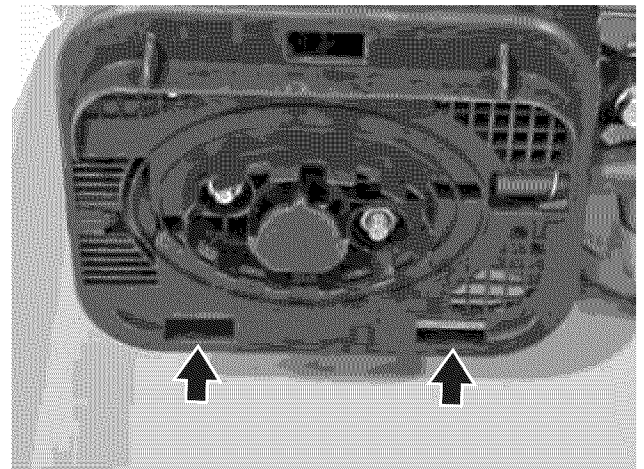

Figura 58 – Colocación de la cubierta del filtro de aire
11. Asegúrese de que las bisagras de la base de la cubierta del filtro de aire estén insertadas en forma apropiada en los orificios de la base del conjunto del filtro de aire (Ver Figura 58).